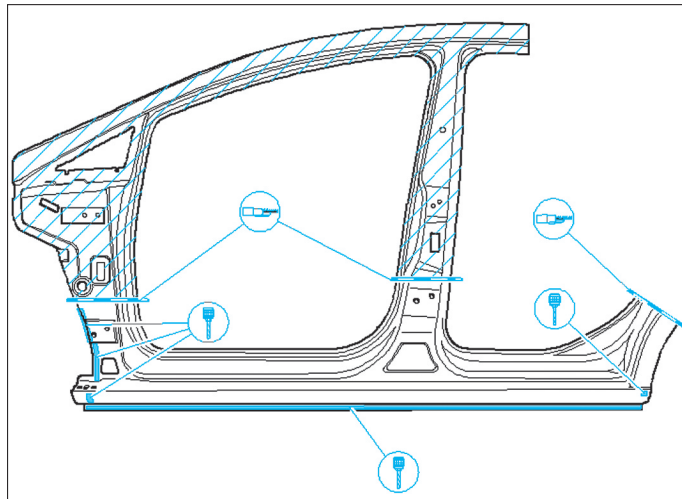

FIG. 42
- Sur la pièce neuve, percer les orifices nécessaires avec un foret de 5 mm de diamètre pour les soudures par bouchonnage (Fig.42).